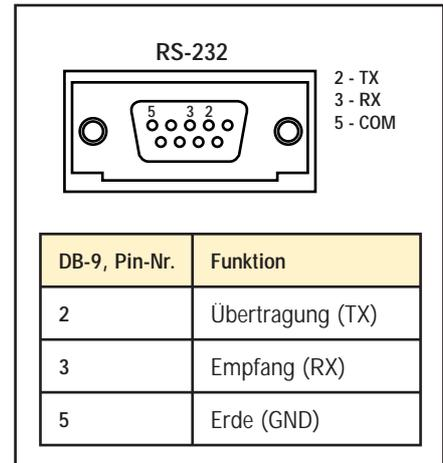

Abbildung 3-8. DB-9-Anschluss zwischen Controllermodul und PC
**RS-232:** Alle hochauflösenden A-GAGE-MINI-ARRAY-Systeme können über das serielle RS-232 oder RS-485-Protokoll mit einem Zentralrechner oder Controller kommunizieren. Siehe Abschnitt 5.3.1 zu einstellbaren Kommunikations-Parametern. Bereiten Sie ein RS-232-Kabel mit DB-9-Stecker entsprechend der in Abbildung 3-8 dargestellten Belegung vor.
Bringen Sie nach Installation der Software das serielle Kommunikationskabel zwischen dem Controllermodul und dem PC an. (HINWEIS: Wenn ein RS-232-Interface verwendet wird, darf immer nur jeweils ein Controllermodul angeschlossen sein.) Abbildung 3-8 zeigt die Mindestanschlüsse am DB-9-Stecker des Controllermoduls.